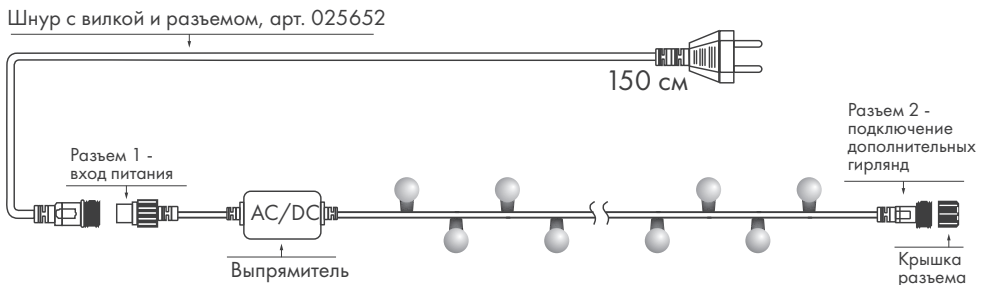

Рисунок 1. Схемы подключения.
**ВНИМАНИЕ!** Гирлянды поставляются без шнура для подключения к сети питания. Шнур питания приобретается отдельно. Запрещается подключать гирлянду к сети AC 230 В без данного шнура питания, см. рисунок 1.